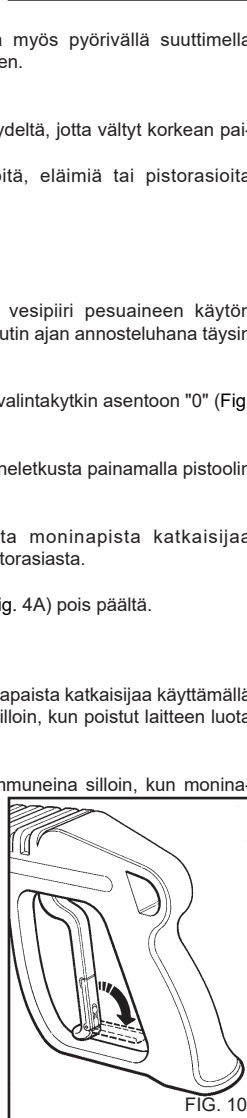

FIG. 10
- Lukitse laitteen varressa oleva turvalaite silloin, kun laitetta ei käytetä. (Fig. 10).